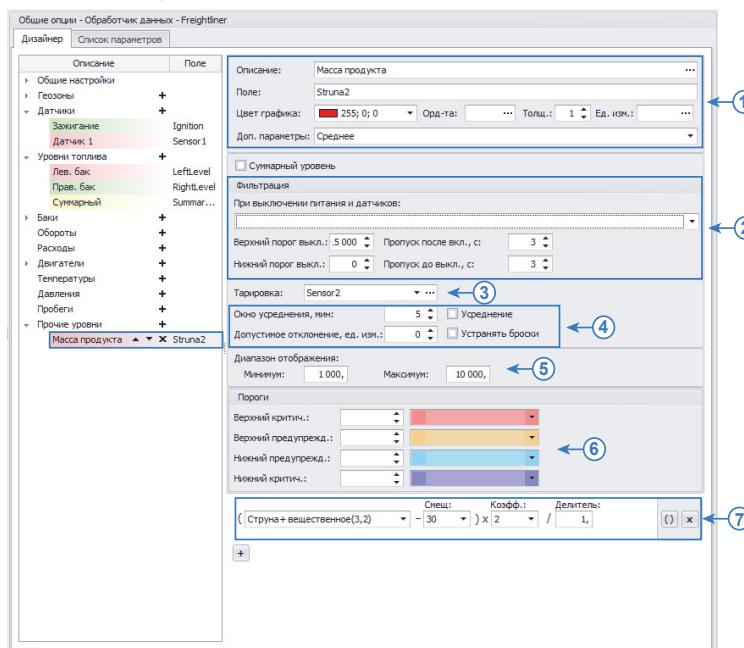

Рис.62. Настройка группы параметров «Прочие уровни».
**1. Общие настройки (Рис.62, п.1).** Общие настройки описаны в разделе «Общие настройки параметров», поэтому в данном разделе их настройка рассматриваться не будет.
## **2. Настройка первичной фильтрации показаний уровня (Рис.62, п.2)**
## **3. Настройка тарировочной таблицы (Рис.62, п.3)**
В некоторых случаях могут иметь место резкие скачки и отклонения показаний, которые могут быть отфильтрованы. Фильтрация осуществляется путем усреднения показаний в течение интервала (окна усреднения) и оценки отклонения показаний датчика относительно средних значений. Если текущее показание превышает среднее значение на величину больше, чем допустимое отклонение, то показание будет отфильтровано. Для фильтрации бросков необходимо включить опцию «Устранять броски» и настроить следующие параметры фильтрации (Рис.62, п.4):
Диапазон показаний может быть ограничен. В этом случае на графике параметра оборотов будут отображаться только те значения, которые не выходят за пределы разрешенного диапазона. Для ограничения диапазона показаний необходимо перейти в группу настроек «Диапазон отображения» и настроить следующие поля (Рис.62, п.5):
Пороги настраиваются в блоке настроек «Пороги». Всего может быть настроено 4 порога (Рис.62, п.6): верхний критический, верхний предупреждения, нижний предупреждения и нижний критический. Для того чтобы порог обрабатывался, необходимо задать значение порога и присвоить иконку.
На Рис.62 приведен пример настройки параметра для получения показаний массы продукта (тип записи 2) с измерительного канала 3 системы СТРУНА+. В программе «АвтоГРАФ 5 ПРО» параметр выводится со смещением 30 (в единицах измерения параметра) и умноженный на коэффициент 2.